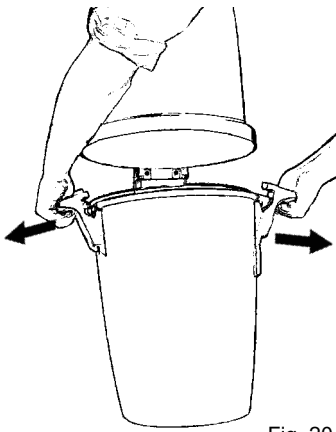

Fig. 20
2. Soltar los dos mangos que sujetan el recipiente de polvo. Destruarlos tirando de los mangos hacia afuera del recipiente, Fig. 20.